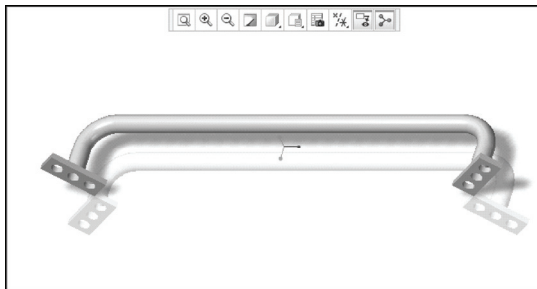

图 1-55 带反射着色模式显示模型效果
STEP 06 单击“模型显示”面板中的“显示样式”右侧的下拉按钮，在弹出的列表框中选择“带反射着色”选项，即可以带反射着色模式显示模型，效果如图 1-55 所示。